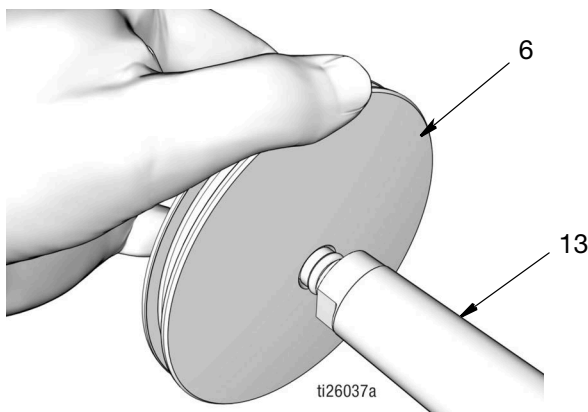

FIG. 48
- Pousser le piston (6) sur l'extrémité de la tige de piston (13) jusqu'à ce qu'il soit en butée sur la tige (Fig. 48).